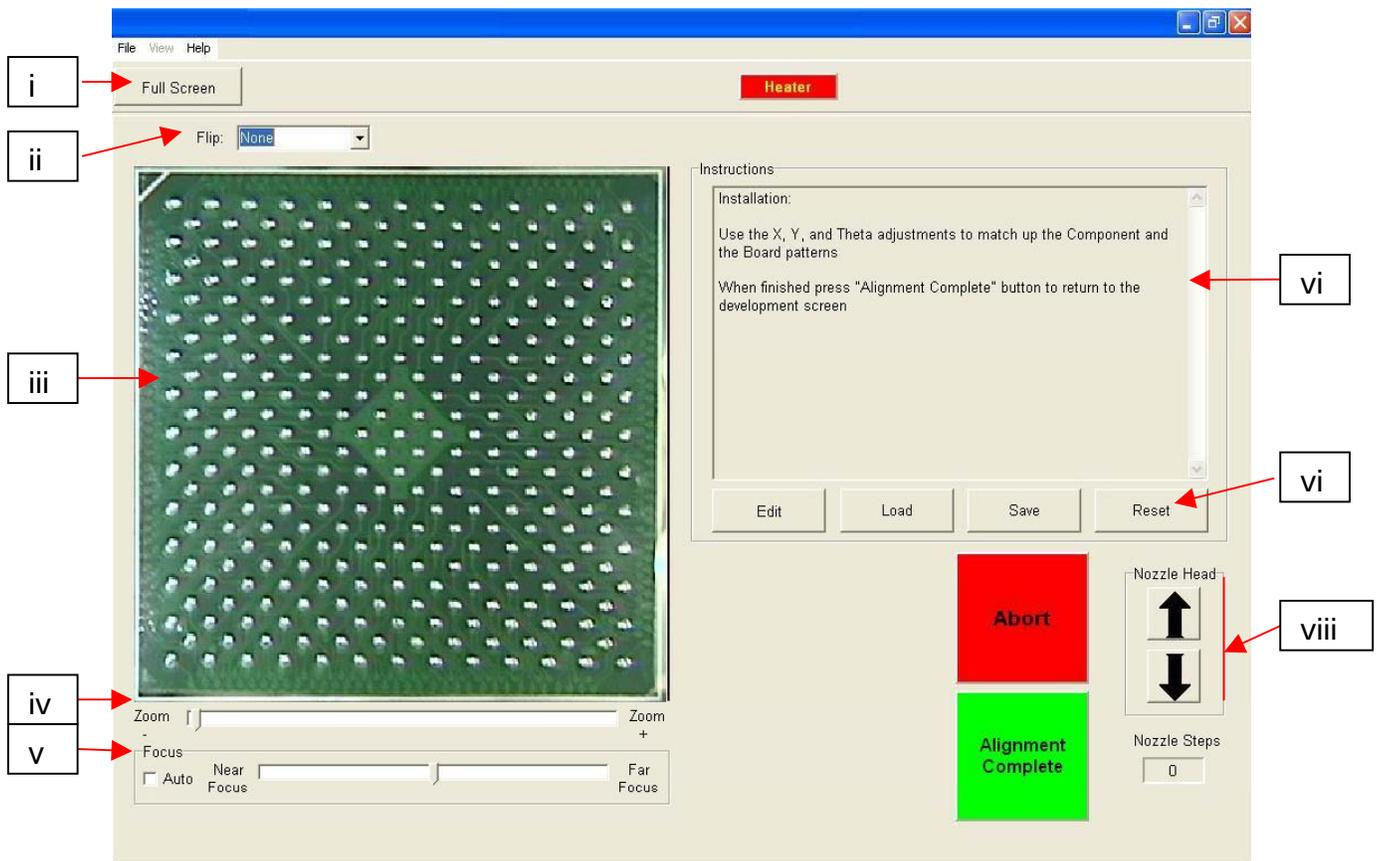

Abbildung 5
f. Funktionen des Justierbildschirms (Abbildung 5)